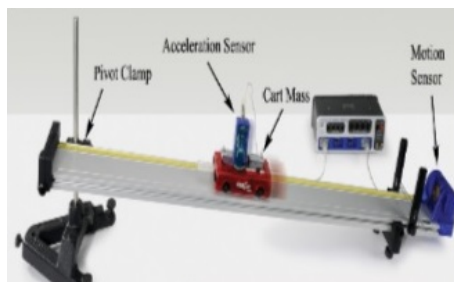

Figura 10.1: Plano inclinado.
El propósito de esta práctica es estudiar la relación entre posición, velocidad y la aceleración. Un sensor de movimiento es utilizado para registrar el movimiento de un carro a medida que se mueve hacia arriba y hacia abajo de la pista inclinada (ver figura 10.1). La aceleración del carro se calcula a partir de un gráfico de velocidad, y se compara con la aceleración medida directamente desde el sensor de aceleración en el carro.
1. Utilizar la abrazadera con la base de la varilla y la varilla de 45 cm para inclinar la pista como se muestra en la figura 10.1. La altura del extremo elevado de la pista debe ser de unos 20 cm.